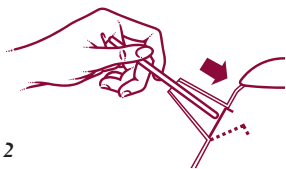

Fig. 2
- Retirez le filtre anti-calcaire en le poussant à l'aide d'un objet allongé (et non pointu) du bec verseur vers l'intérieur de la bouilloire jusqu'à le faire sortir de son siège (fig.2).